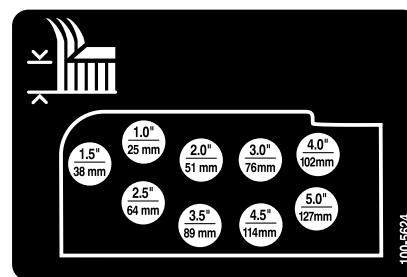

Figura 17
- Monte las cadenas de altura de corte en el taladro de altura de corte deseado (Figura 17) con el pasador de horquilla y una chaveta.